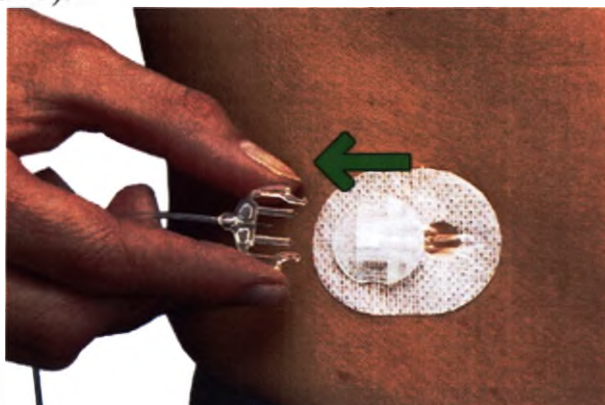

Рисунок 41 – Отсоединение магистрального набора (катетера) инфузионного набора от основного набора
2. Отсоединить магистральный набор (катетер) инфузионного набора от основного набора (рисунок 41).